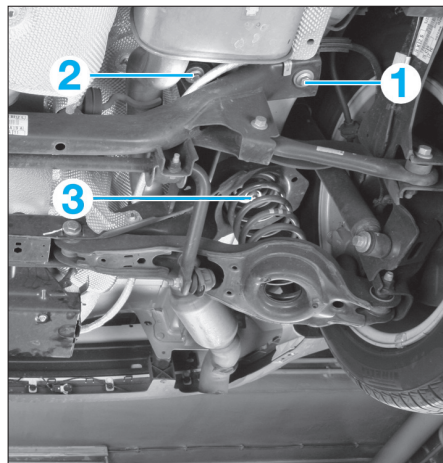

FIG. 22
- Déposer les fixations (1), (2) et (3) (identique de chaque côté) (Fig.22) du berceau puis celui-ci.